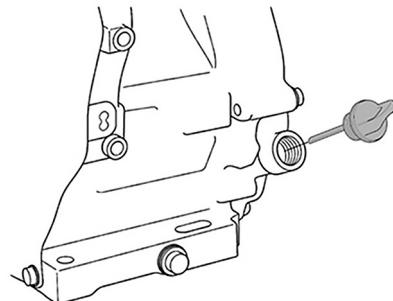

Рис. 7 Крышка-щуп маслозаливной горловины
- Открутите крышку-щуп маслозаливной горловины и извлеките щуп (Рис. 7).
2. Выкрутите крышку-щуп маслозаливной горловины и извлеките щуп (Рис. 7).